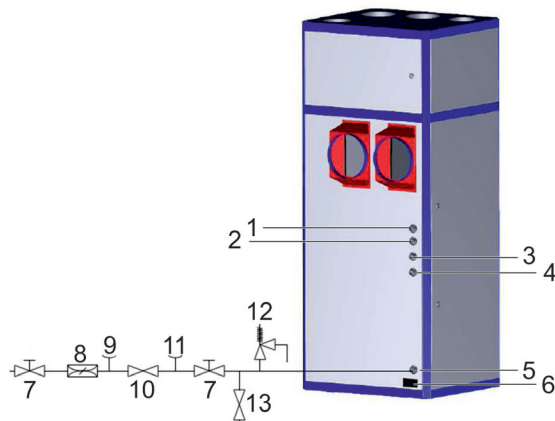

Bild 6: Anschlüsse an der Rückseite mit Kaltwassersicherheitsgruppe
An der Rückseite des Moduls sind Anschlüsse zu Warm-, Kaltwasser sowie Zirkulation und ein Kondensatablauf herausgeführt (siehe Bild 6).
## Bauseitige Installation (Anschlüsse siehe Bild 6)
(Siehe Bild 6, Pos. 4)
- ☞ Ziehen Sie die elektrischen Anschluss- und Steuerleitungen durch die Öffnung (Bild 6, Pos. 6) zur Elektroverteilung im vorderen Bereich des Gerätes.